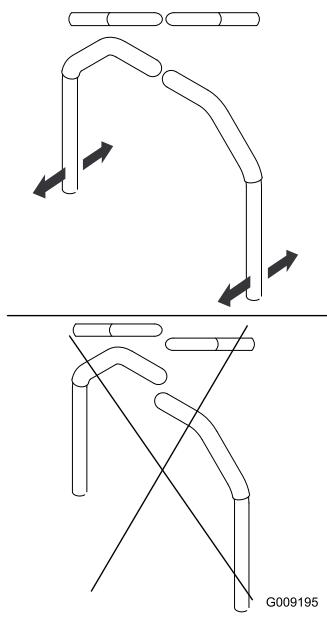

図 61
- 左右のレバーを両方持ってニュートラル位置にセットし、そこから前後にスライドさせて両方のレバーを整列させ、ボルトを締め付ける（図 61）。